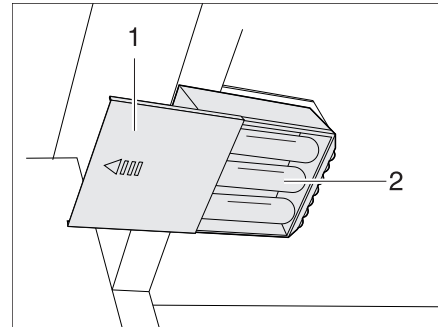

Fig. 183 Lámpara del armario ropero con LED, compartimiento de la batería abierto
- Meter nuevas baterías del mismo tipo con la polarización correcta (+/-) (Fig. 183,2).
- Deslizar de nuevo la tapa (Fig. 183,1).